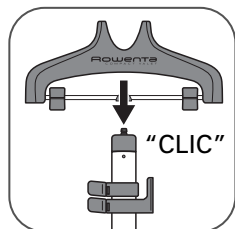

fig. 5
- Emboîtez verticalement le cintre sur le haut du mât jusqu'à entendre un clic. **(fig. 5)**